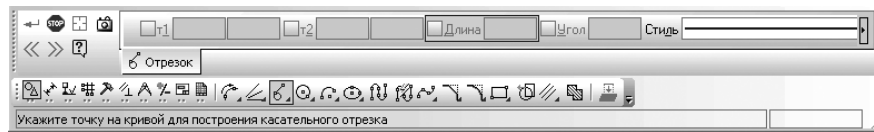

Рис. 8.83. Панель свойств: Касательный отрезок через точку кривой.
**Панель свойств: Касательный отрезок через точку кривой, Компактная панель**, с нажатой кнопкой  **Касательный отрезок через точку кривой**, и строка сообщений показаны на рис. 8.83.